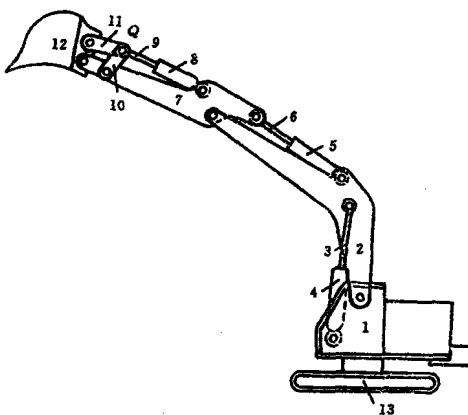

图 2-3
(3) 机构运动简图比例尺  $\mu_l$  中实物尺寸单位取为 m,其好处是与以后运动分析中速度单位( $\text{m/s}$ )、加速度单位( $\text{m/s}^2$ )对应。
**例 2.2** 图 2-3 所示为一挖掘机,具有三个液压缸,亦即具有三个原动件。试问该机构是否具有确定运动?